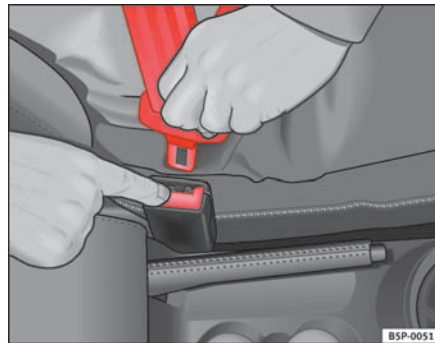

Fig. 15 Sådan frigør du låsetappen fra selelåsen.
- Tryk på den røde knap på selelåsen ⇒ fig. 15. Låsetappen springer ud ⇒ ⚠.